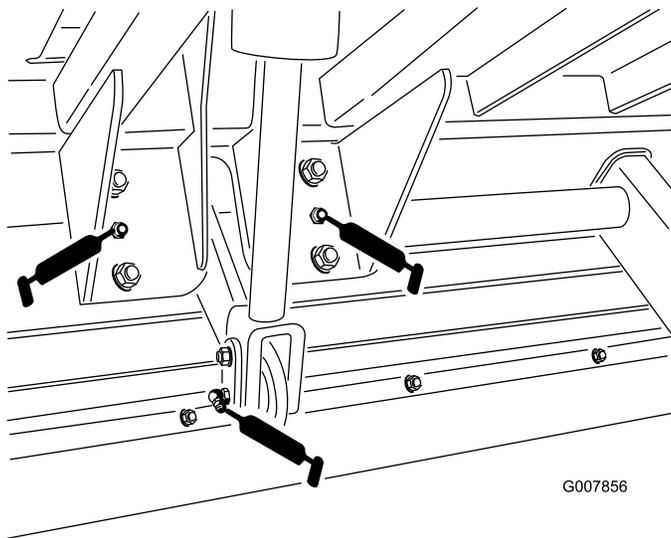
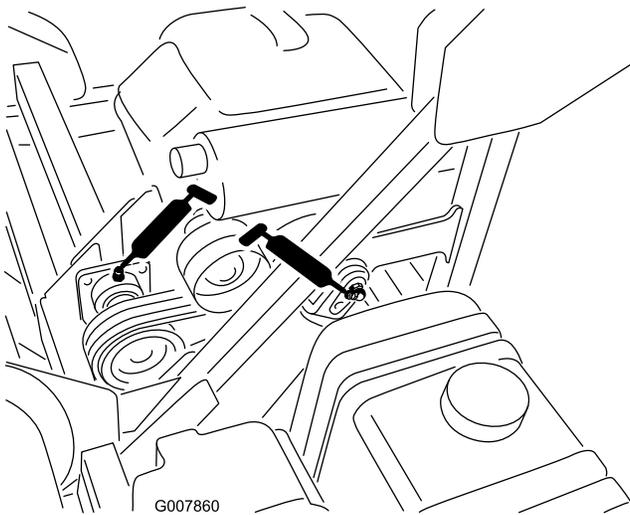

Bild 39
Bild 42
- Hubzylinder, Anzahl 2 (Bild 39 & Bild 42)
- Hubachse, Anzahl 2 (Bild 39)
- Zwischenwelle, Anzahl 2 (Bild 42)